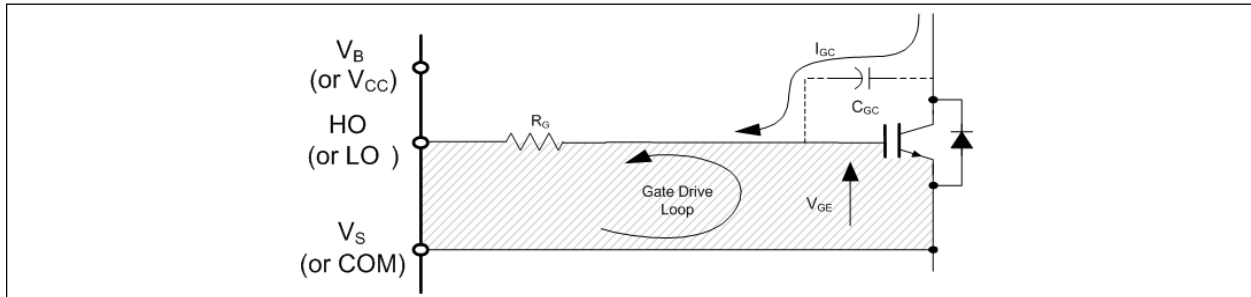

图 18 避免天线环路
**栅极驱动环路：** 电流回路就像天线一样，能够接收和发射电磁噪声（见图 18）。为了减少电磁耦合并提高电源开关的开/关性能，必须尽可能减少栅极驱动环路。此外，电流可通过 MOSFET 集电极到栅极的寄生电容注入栅极驱动环路内部。栅极回路的寄生自感有助于在栅极发射极上产生电压，从而增加自导通效应的可能性。